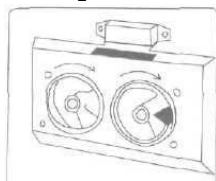

Рис. 4
- Ось шнека-мешалки машины (380 В) должна вращаться по часовой стрелке (рис. 4). Если направление вращения неправильное, то поменяйте местами любые две фазы источника электрической энергии.